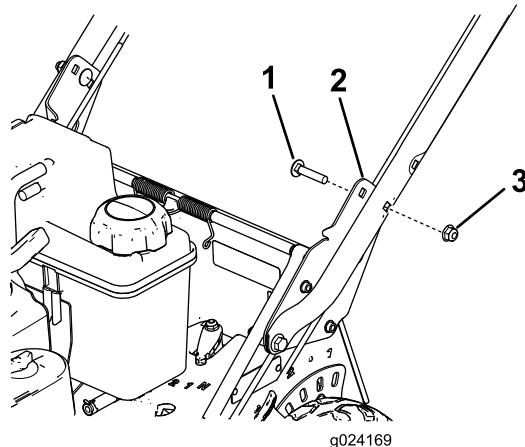

Figura 5
- Sujete el manillar a los soportes del manillar en la posición de altura deseada con 2 pernos de cuello cuadrado (5/16" x 1 1/2") y 2 tuercas con arandela prensada (5/16"), según se muestra en Figura 5.